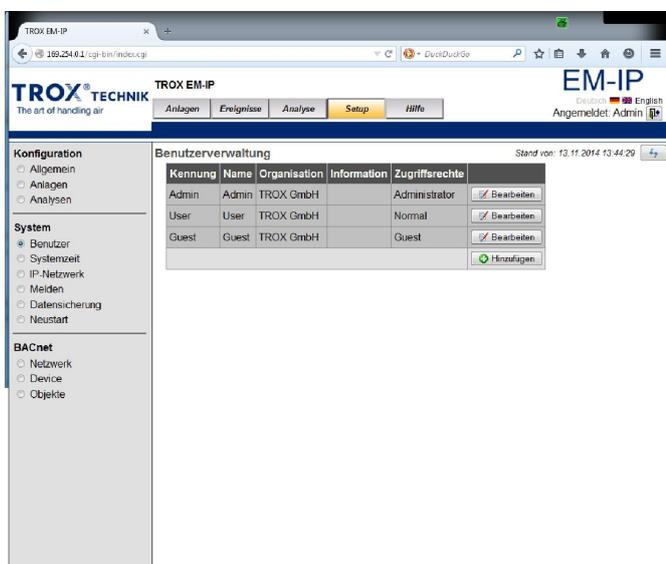

Abb. 27: Benutzerverwaltung
- ⇒ Das Menü „Benutzerverwaltung“ (Abb. 27) wird geöffnet.